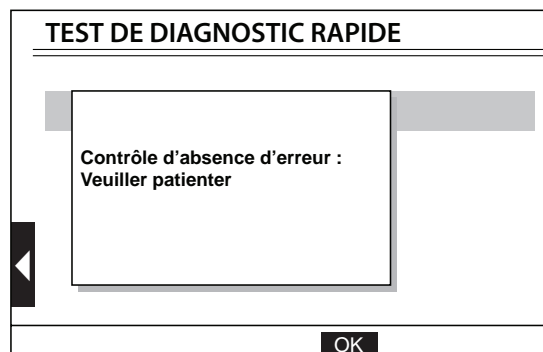

Figure 5 - Écran test de diagnostic rapide
- **Test de diagnostic rapide** – Effectue un test du système rapide de la sécheuse et affiche les résultats de l'erreur dans une boîte de dialogue (voir figure 5). Effectue le test du moteur du tambour et des éléments chauffants, des thermistances de décharge et d'entrée, de la circulation d'air (AF) et de la ligne de tension basse (L2). Le test s'arrête à la première erreur détectée. Ce test sert à détecter les erreurs et à vérifier les réparations. **NOTE** : La porte doit être fermée pour l'exécution des tests.